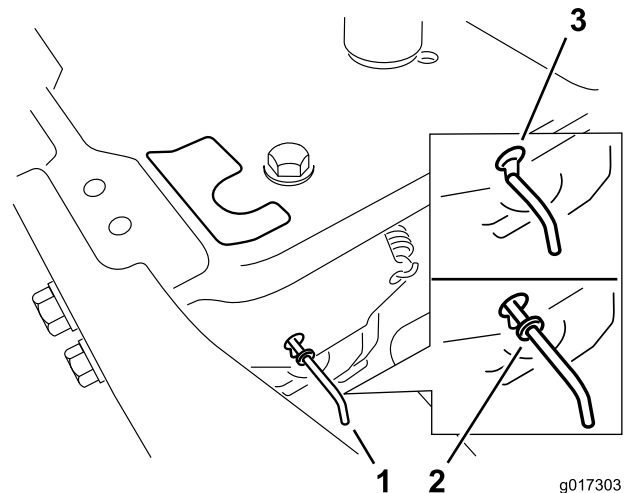

Figure 24
4. Déplacez les leviers de dérivation en avant à travers le trou de clavette et vers le bas pour les verrouiller en position, comme illustré à la Figure 24. Procédez de même pour chaque levier.
Déplacez les leviers de dérivation vers l'intérieur et repoussez-les dans la fente horizontale (Figure 24) pour engager les moteurs des roues.